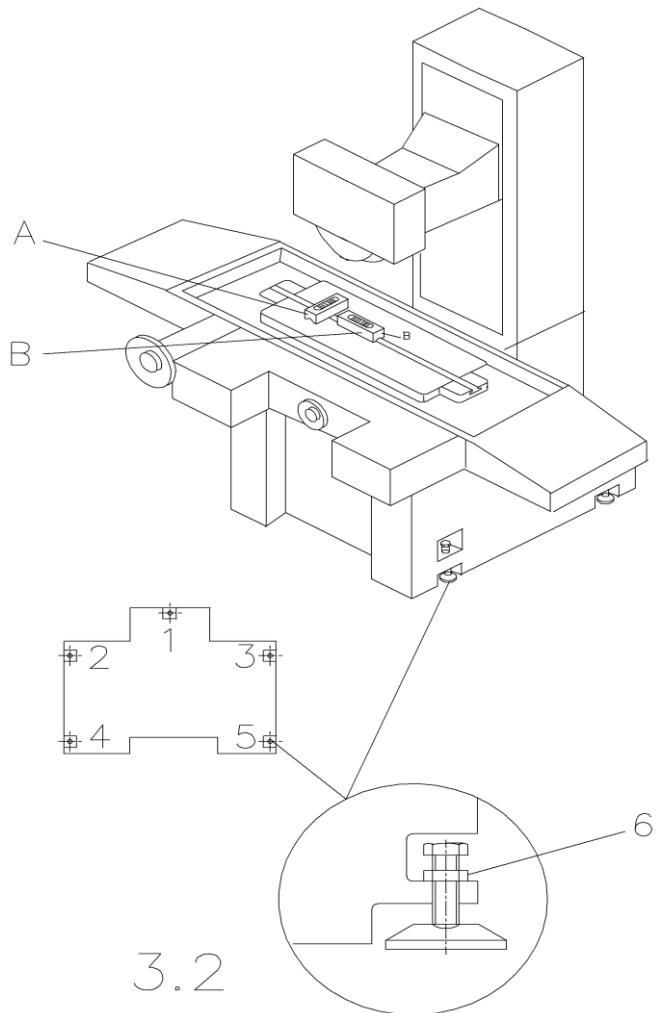

Рис.4.5
(1): На Рис.4.5 показана схема проверки. Убедитесь, что стол станка находится в среднем положении. Поместите точный уровень на столе станка, в двух взаимно перпендикулярных положениях, сначала в поперечном (A), затем в продольном (B).
(2): Проверьте выполнение пункта 4.4.2 инструкции, отрегулируйте винты № 4,5, так, чтобы пузырь датчика уровня (B) оказался в центре, затем отрегулируйте винт №1, так, чтобы пузырь датчика уровня (A) оказался в центре уровня.